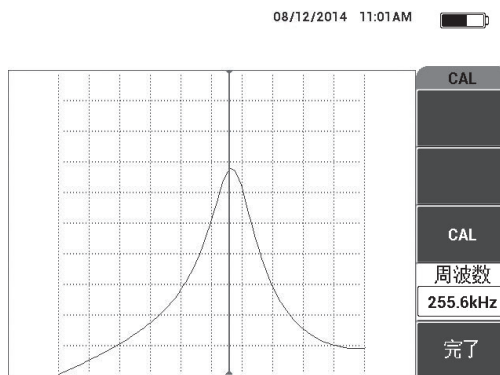

図 6-47 校正画面
6. **完了** (E キー) を押します (167 ページの図 6-47 参照)。